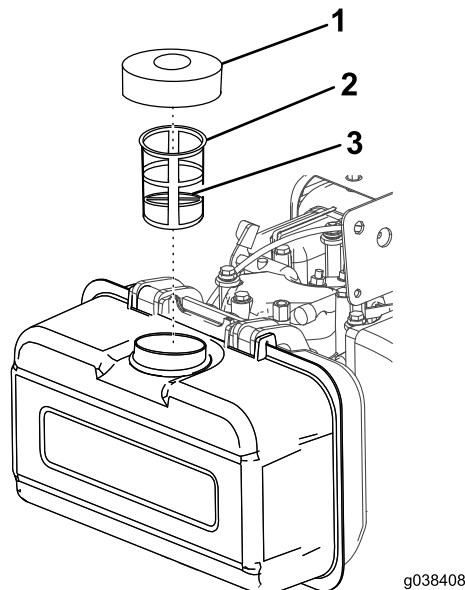
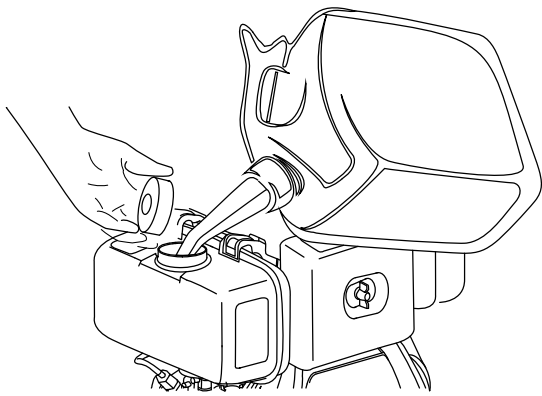

Figura 13
Figura 14
2. Limpie alrededor del tapón del depósito de combustible y retírelo (Figura 13).
3. Añada combustible al depósito de combustible hasta que el nivel llegue al anillo rojo (Figura 13 y Figura 14).